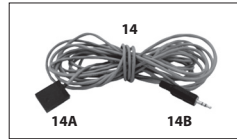

Fig. 3 Présentation des modèles SEC-1250UL et SEC-2425UL
Le type de batterie au plomb et l'algorithme de charge souhaité peuvent être sélectionnés à l'aide des commutateurs DIP S1 et S2 (*7 sur la figure 3*). Pour plus de détails, veuillez vous référer aux sections 7.4.
- (a) Les connecteurs de sortie du chargeur se composent d'un connecteur négatif commun (3. Fig 3) et de deux connecteurs positives rouges (1, 2, Fig 3) pour charger deux banques de batteries. Chacune des deux connecteurs positives des deux banques possède des diodes Schottky en série pour permettre l'isolation. Ces diodes Schottky isolantes disposent d'un courant qui dépend de la chute de tension directe "Vf" allant de 0,2 à 0,3V (à 0,1A) jusqu' à 0,6 V (à 50A). De plus, il y aura une chute de tension directe supplémentaire "Vb" à travers la résistance de masse de la diodes Schottky et cette chute augmentera également le courant de charge. **Veillez noter que les chutes de tension directe "Vf" et "Vb" ont uniquement lieu lorsque le courant circule à travers la diodes Schottky i.e. lorsque le chargeur fournit du courant à la batterie / charge.**